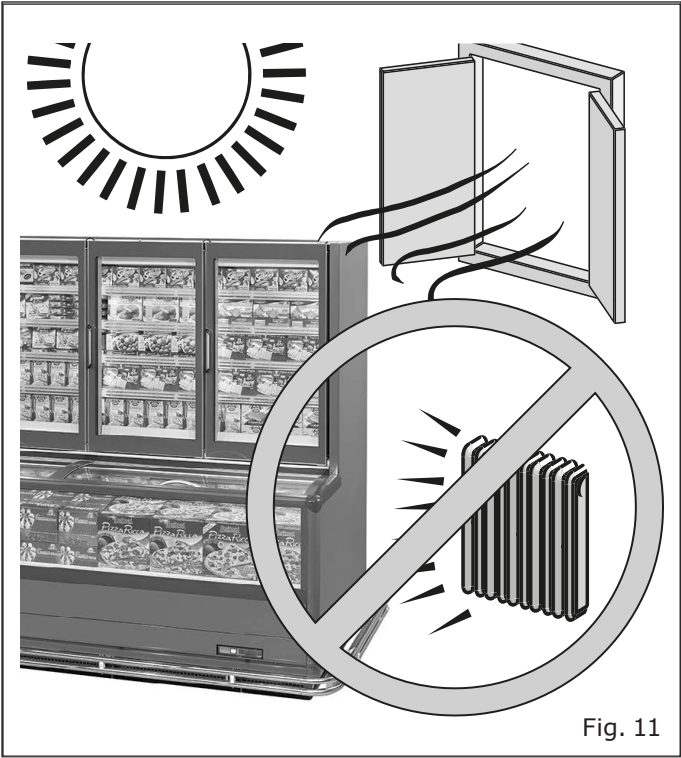

Fig. 11
- Lontano da fonti di calore, dalla radiazione diretta del sole, da porte, finestre, ventilatori e bocche di aerazione ("Fig. 11").